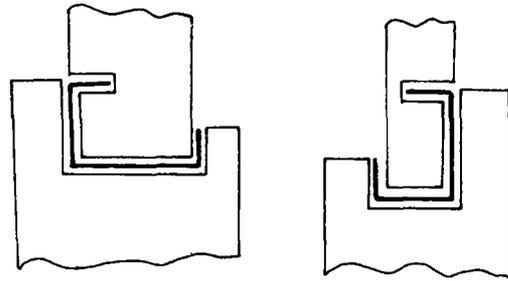

图3 不同的滚弯方向
(1) 坯料展开尺寸 滚弯件的坯料展开尺寸的计算方法大致同压弯。但对于形状复杂的断面，由于滚弯时圆角部位变薄现象较为突出，特别是为获得较小的弯曲半径时，滚弯后的展宽量可达2~5%，故实际的坯料尺寸应较计算值略小。必要时，应结合工艺实验对坯料尺寸进行修正。
(2) 滚弯方向的选择 同一断面形状的制件可以采用不同的滚弯方向，见图3。滚弯方向的选择应按以下原则考虑：
(3) 滚弯件基准面（点）和中心线的选择